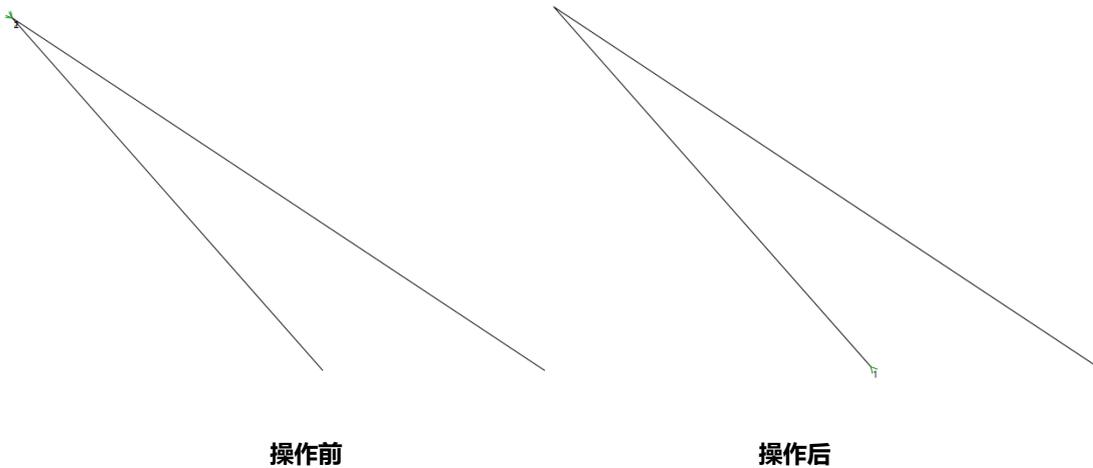

图 5.3.8c 线连接操作示意
②然后点击“连接”按键，两条线会被连接为一个图形。操作示意如下图 5.3.8c 所示。